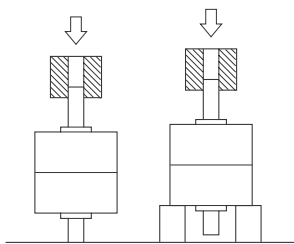

図1
- ロータリアクチュエータのシャフトに負荷や継手などを取付ける際には、図1のように力をボディで受けない方法で取付けてください。